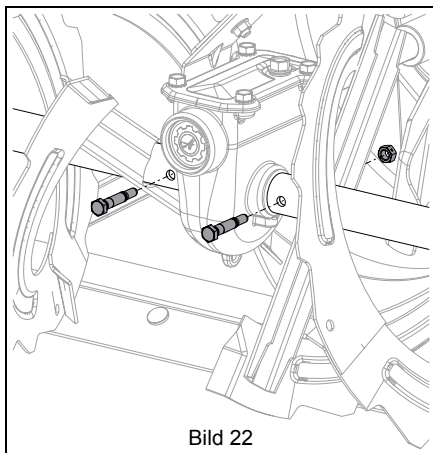

Bild 22
1. Skruva bort skärbultmuttrarna och bultarna. Se Bild 22.
Se Bild 22.